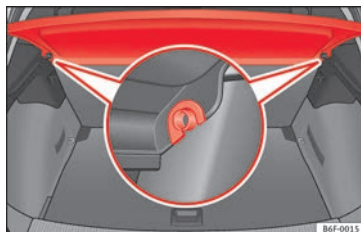

Bild 164 I bagagerummet: ta bort och montera hatthyllan.
- Ta bort hyllan från sidostöden »» bild 164 genom att dra den uppåt och utåt.
- Sätt in skyddet horisontellt så att "fördjupningen" passar i axeln för stöden »» bild 164 och tryck ned tills den hakar fast.